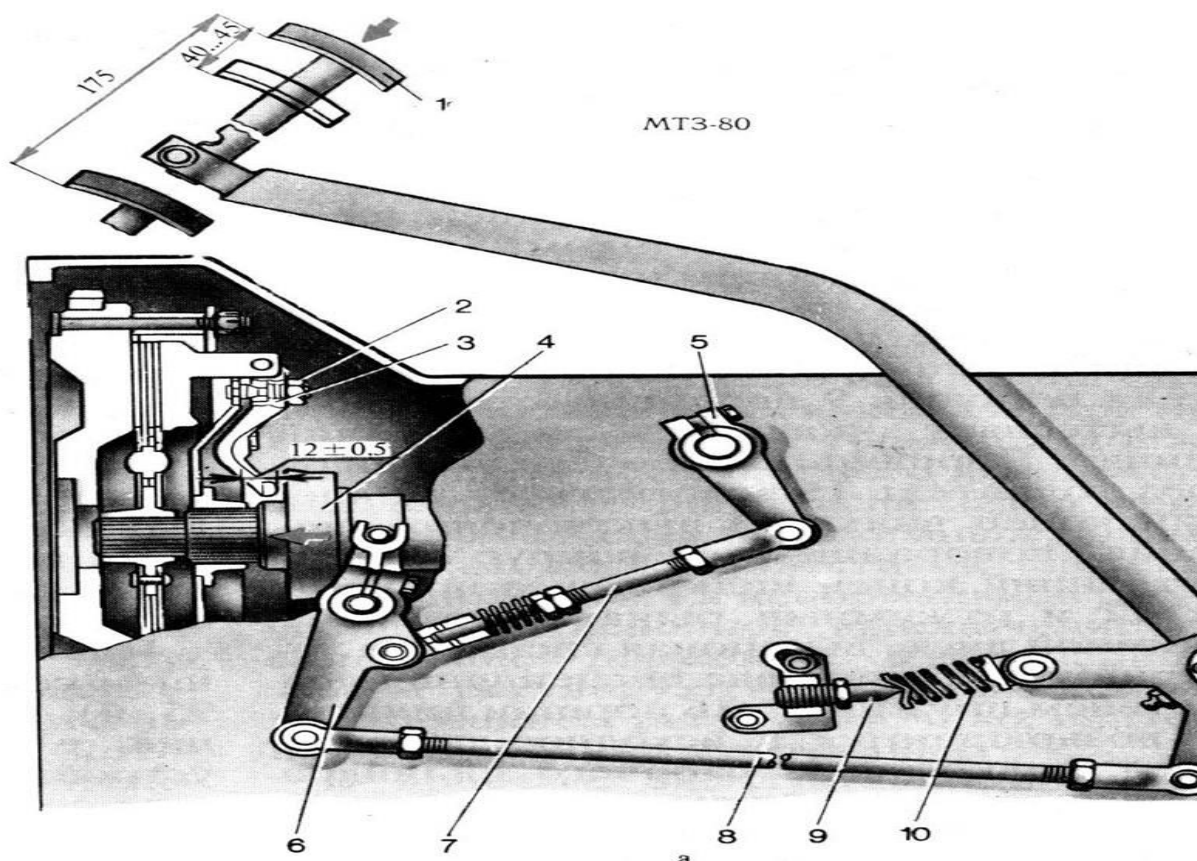

Рисунок 15 – Механический привод сцепления
**Механический привод** выключения сцепления ранее применяли на большинстве отечественных грузовых автомобилей, так как он наиболее прост по конструкции и удобен в эксплуатации. Основными деталями привода выключения сцепления являются педаль 1 (рис.15), которая закреплена на валу, связанном тягой 8 с рычагом 6 ивилкой выключения сцепления.